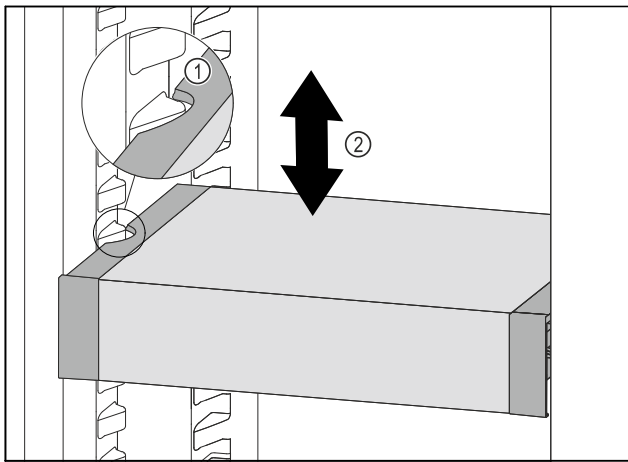

Fig. 120
- ▶ VarioSafe nach vorne ziehen, bis sich die seitlichen Aussparungen des VarioSafes auf Höhe der Behälterrippe im Kühlteil befinden. Fig. 120 (1)
- ▶ VarioSafe im Kühlteil nach oben oder unten bewegen, bis gewünschte Höhe erreicht ist. Fig. 120 (2)